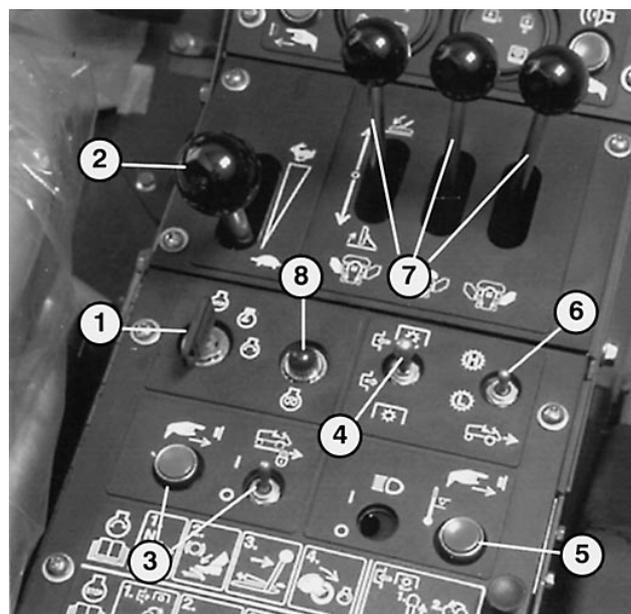

Figure 16
**Commutateur à clé** (Fig. 16)—Trois positions : contact coupé (OFF), contact établi (ON) et démarrage (START). Tourner la clé à la position de DEMARRAGE et la relâcher lorsque le moteur commence à tourner. Pour arrêter le moteur, tourner la clé à la position CONTACT COUPE.
**Commande d'accélérateur** (Fig. 16)—Utilisée pour faire tourner le moteur à divers régimes. Déplacer la manette d'accélérateur en avant pour augmenter le régime (FAST) et en arrière pour réduire le régime (SLOW).
**Commandes du régulateur de vitesse** (Fig. 16)—Deux commandes situées sur le tableau de bord à droite de l'utilisateur. L'une commande la MARCHE/ARRET et l'autre engage le régulateur de vitesse. Le régulateur de vitesse, au mode gamme haute ou gamme basse, est désengagé en actionnant la pédale de frein ou en tournant la commande à la position ARRET.
**Commande de vitesse de déplacement en gamme haute/basse** (Fig. 16)—Lever de sélection des vitesses en gamme haute ou basse. Pousser le levier en avant pour sélectionner la gamme haute ou le tirer en arrière pour sélectionner la gamme basse. Le levier revient au point mort. Il repasse automatiquement au mode gamme basse quand une unité de coupe est abaissée, l'unité de coupe avant n'est pas entièrement relevée ou le moteur est coupé.
**Commandes de relevage des unités de coupe** (Fig. 16)—Les deux leviers extérieurs relèvent et abaissent les unités de coupe extérieures et le levier central relève et abaisse l'unité de coupe avant. Le moteur doit être en marche pour abaisser et relever les unités de coupe. Les lames des unités de coupe s'arrêtent automatiquement quand les unités sont relevées. Pour abaisser les unités de coupe extérieures, continuer d'actionner les leviers de commande jusqu'à ce que les unités de coupe passent le centre. Les unités "flottent" alors vers le gazon.
**Indicateur de préchauffage** (Fig. 16)—Il actionne automatiquement la période correcte de préchauffage quand la clé de contact est tournée à la position CONTACT ETABLI. Il s'allume lorsque les bougies de préchauffage sont activées. Lorsque les bougies sont suffisamment chaudes, le voyant s'éteint pour indiquer que le moteur est prêt à démarrer.
**Commande d'entraînement des unités de coupe/de PDF** (Fig. 16)—Tirer la gaine vers le haut sur le levier de commande, pousser le levier à la position ENGAGER et le relâcher pour actionner la commande. Le levier passe alors au point mort. Placer le levier en position DESENGAGER pour arrêter. La commande repasse automatiquement au mode DESENGAGER quand les trois unités de coupe sont relevées ou le moteur est coupé.
**Commutateur de dérogation du moteur** (Fig. 16 & 17)—Si le moteur a été coupé par la commande de sécurité à la suite d'une surchauffe, appuyer sur ce bouton pour mettre le moteur en marche. Utiliser ce bouton en cas d'urgence seulement et à intervalles courts.